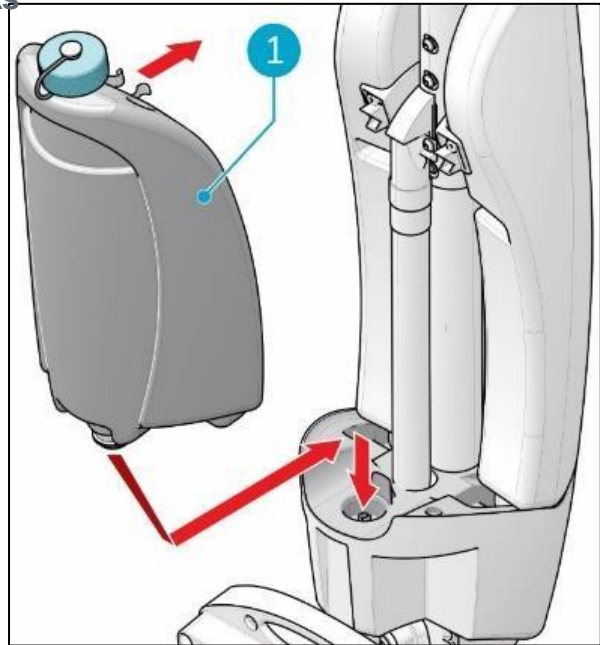

Abbildung 13
5. Setzen Sie den Tank mit dem Ventil voran auf den i-mop XL basic (Abbildung 13, Pos. 1).